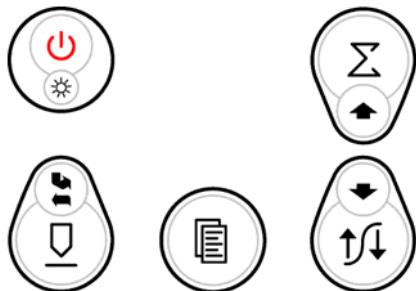

Рисунок 5.1 Клавиатура управления толщиномером
- клавиатура управления толщиномером (Рисунок 5.1).